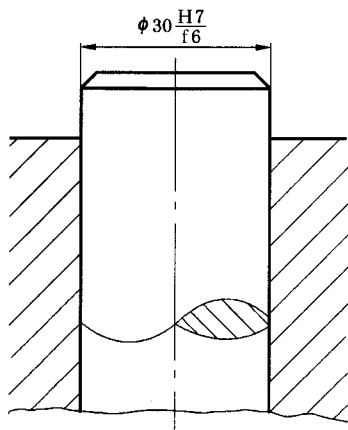
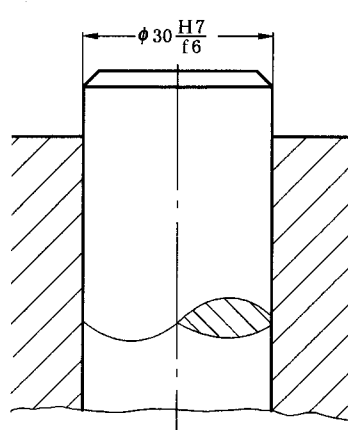
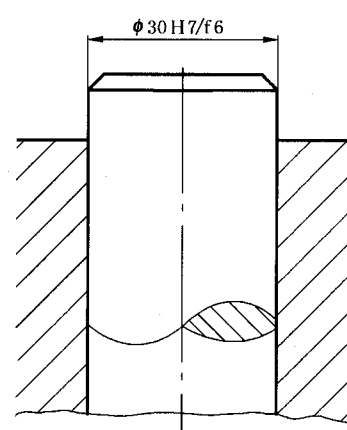

图 15 线性尺寸的配合代号注法(一)
图 16 线性尺寸的配合代号注法(二)
图 17 线性尺寸的配合代号注法(三)
5.1 在装配图中标注线性尺寸的配合代号时,必须在基本尺寸的右边用分数的形式注出,分子位置注孔的公差带代号,分母位置注轴的公差带代号(图 15)。必要时也允许按图 16 或图 17 的形式标注。